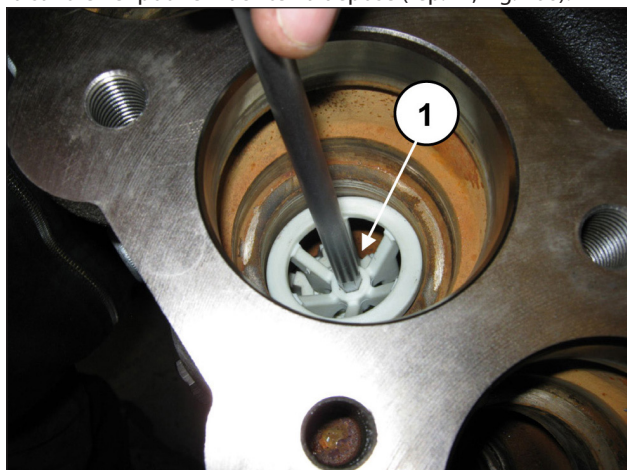

Fig. 106
Extraire l'entretoise du guide de soupape en insérant une clé hexagonale de 8 mm dans le logement prévu à cet effet et en faisant levier pour en faciliter la dépose (rep. ①, Fig. 106).